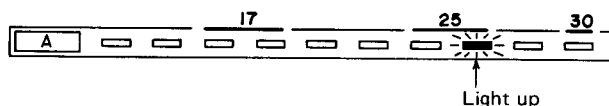

Figure 38-2
2. Loosen the screw at the variable resistor VR103 (for detection of the tonearm position), turn the resistor VR103 until the LED lights up: just then, retighten the screw to retain the resistor VR103. See Fig. 38-2.
2. Die Schraube am Stellwiderstand VR103 (zum Erkennen der Tonarmposition) lösen, den Widerstand VR103 bis zum Aufleuchten der Leuchtdiode drehen, dann die Schraube wieder anziehen, um den Widerstand VR103 zu befestigen. Siehe Abb. 38-2.
2. Desserrer la vis de la résistance semi-variable VR103 (pour la détection de la position du bras), tourner la résistance VR103 jusqu'à ce que la LED s'allume juste et resserrer la vis pour bloquer la résistance VR103. Voir la Fig. 38-2.